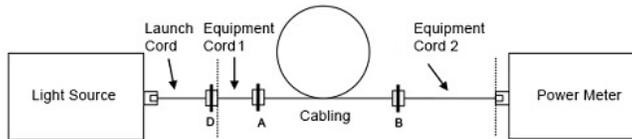

図 13. 減衰測定
b. ケーブルに機器コードを接続して、減衰量を測定します（図 13 参照）。